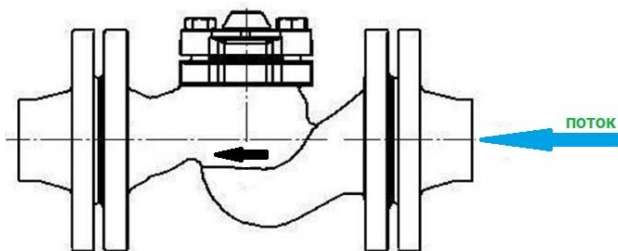

Рисунок 4 – Расположение клапана на горизонтальном трубопроводе
- на горизонтальном трубопроводе – крышкой вверх (см. рисунок 4);